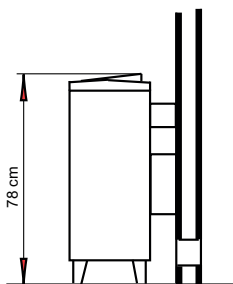

Рис. 7
4. Печь повесить на стену. (рис.7)